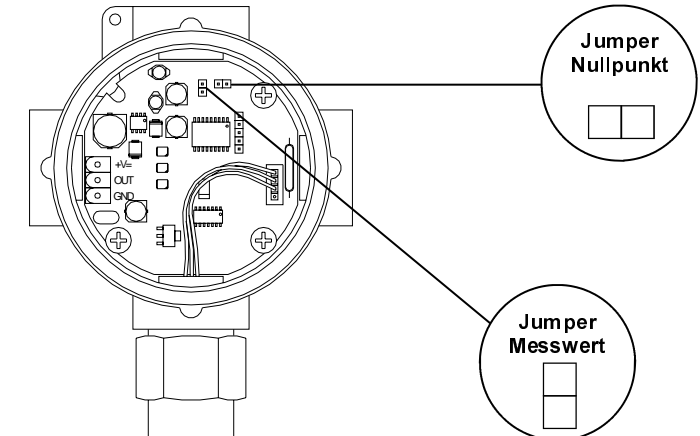

Abb. 4: Pole der Kurzschlussbrücke (Jumper) für Nullpunkt- und Messwert-Einstellung.
- Der Kurzschlussstecker befindet sich auf einem Pol eines Jumpers (Abb. 4).